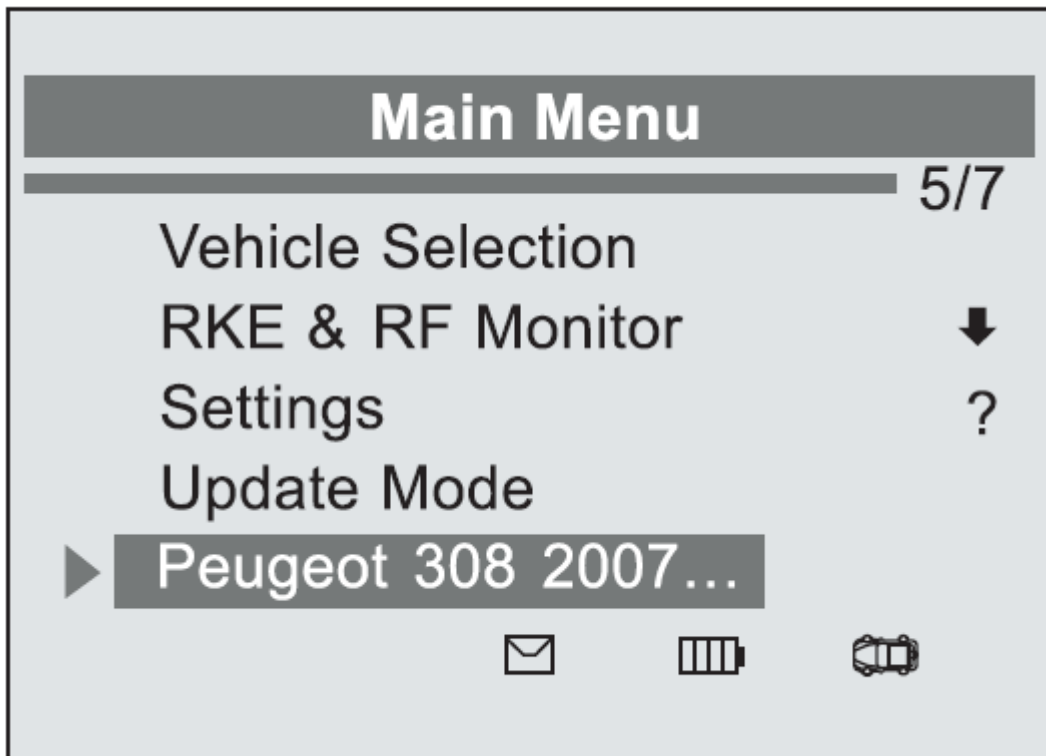

图 4.14
- 1) 使用 UP / DOWN 滚动按钮，选择最新的扫描（我们的样品是标致 308），从主菜单（图 4.14），将设备旁边的阀杆按 Y 按钮进行确认。